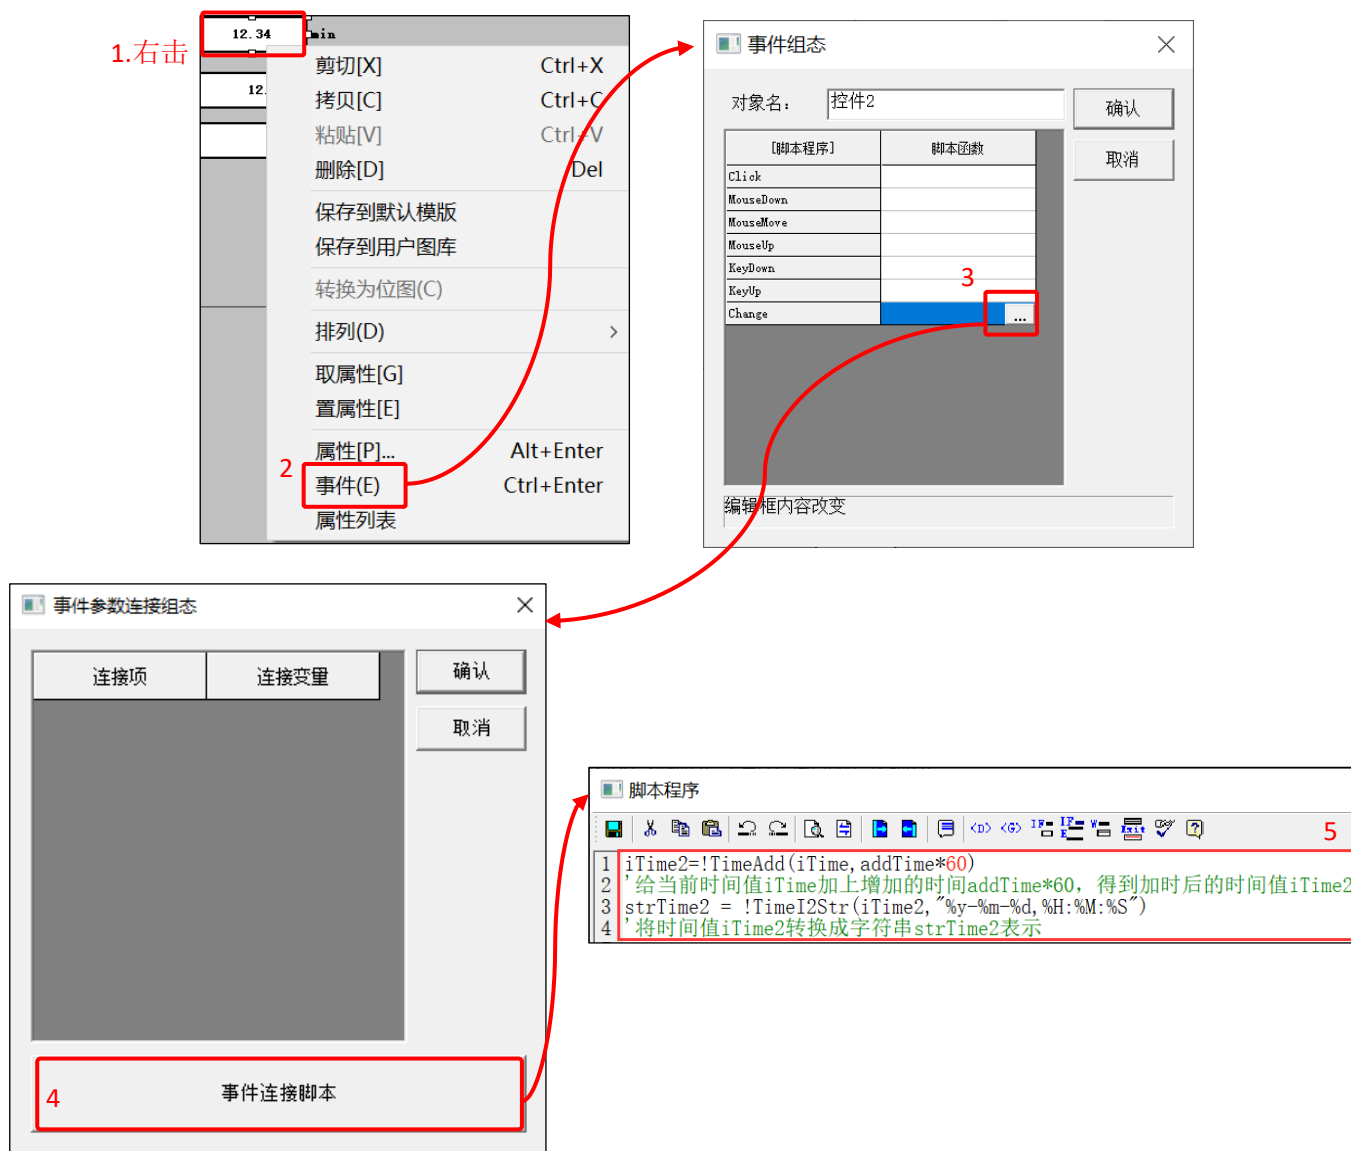

图 11.5-6 设置输入框构件事件脚本
- ⑤ 给输入框添加事件脚本，实现功能：当输入框内容发生变化时，执行脚本给当前时间值加上增加的时间，得到加时的时间值，并转换成字符串表示。设置步骤如图 11.5-6 所示。